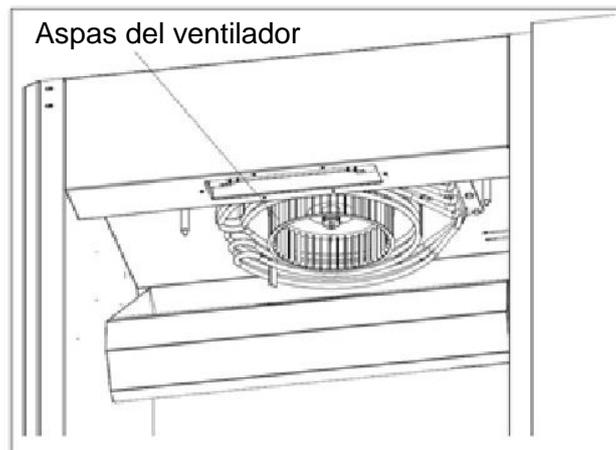

Figura 20
- Limpie las aspas del ventilador con un trapo y un limpiador (vea la Figura 20).